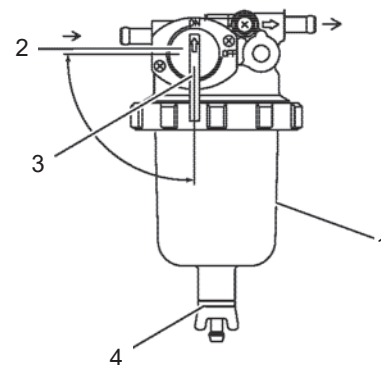

Рис.42
1. Поместите одобренный контейнер под топливный фильтр/водоотделитель (1, Рис. 42) для сбора загрязнений.
2. Закройте (2, Рис. 42) топливный кран (3, Рис. 42).
3. Ослабьте сливной кран (4, Рис. 42) в нижней части топливного фильтра/водоотделителя. Слейте всю воду, скопившуюся внутри.
5. Откройте топливный кран (3, Рис.42).